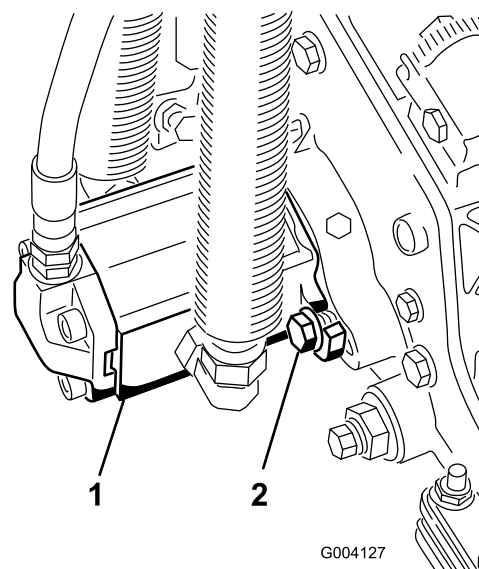

**Figura 14**
7. Sujete la cadena del brazo de elevación al soporte de la cadena (Figura 14) con el pasador de seguridad, según se indica a continuación: